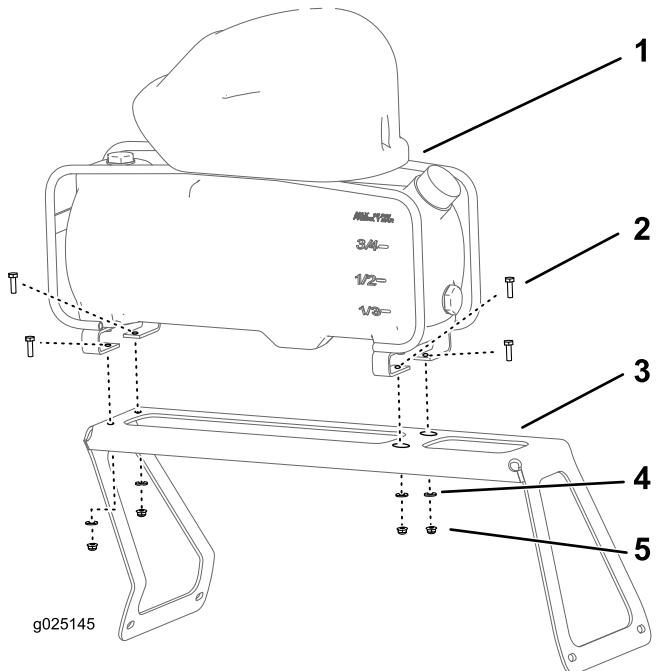

图3
1. 如图3 所示，将泡沫标记水箱和压缩机与安装支架对齐。
2. 用 4 个螺栓 (1/4 x 7/8 英寸)、4 个垫圈 (1/4 in) 和 4 个凸缘锁紧螺母 (1/4 英寸) 将水箱和压缩机固定到支架上 (图3)。